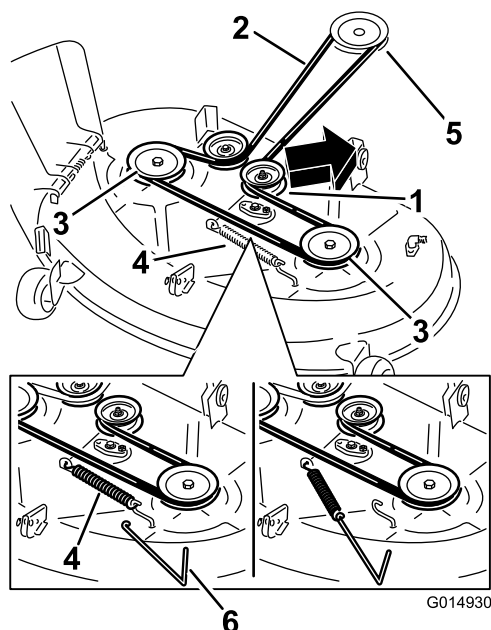

Figure 61
5. À l'aide d'un outil de dépose de ressort (réf. Toro 92-5771), décrochez le ressort du crochet sur le tablier pour détendre la poulie de tension et déchaussez la courroie des poulies (Figure 61).
6. Acheminez la courroie neuve autour de la poulie du moteur et des poulies du tablier de coupe (Figure 61).
7. À l'aide d'un outil de dépose de ressort, accrochez le ressort au crochet situé sur le tablier pour tendre la poulie de tension et la courroie du tablier de coupe (Figure 61).